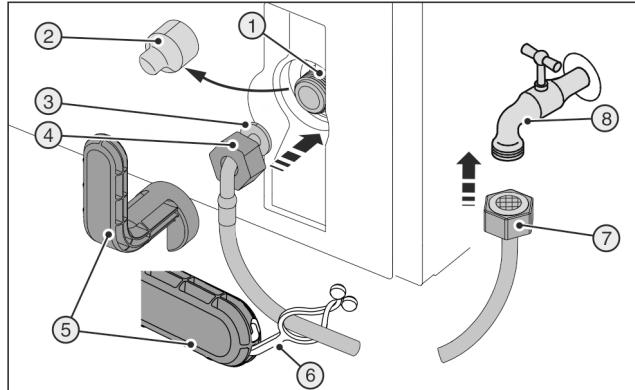
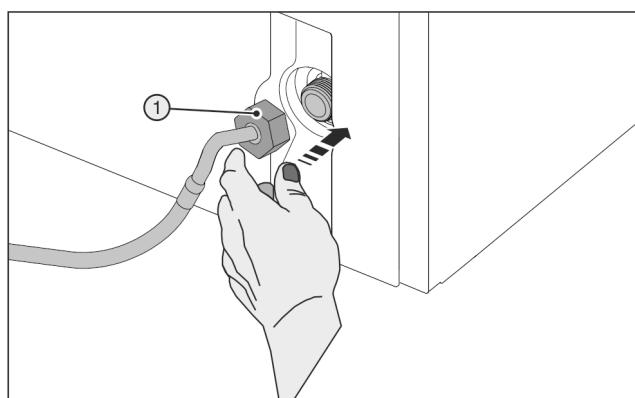

Fig. 28
Fig. 29
破损的辅助工具 Fig. 28 (5)！
- ▶ 只能在室温下使用辅助工具 Fig. 28 (5)。
- ▶ 拆下盖子 Fig. 28 (2)。
- ▶ 略微装配：将直软管端 Fig. 28 (7) 向左置于地面。
- ▶ 将螺母 Fig. 28 (4) 推至软管弯折端 Fig. 28 (3) 上方末端并固定。
- ▶ 小心装上螺母 Fig. 29 (1) 并用两根手指将其垂直拧到螺纹上，直至达到紧固位置。
- ▶ 使用辅助工具 Fig. 28 (5) 顺时针拧紧螺母 Fig. 29 (1)，直至达到最大扭矩并且辅助工具 Fig. 28 (5) 旋紧。
- ▶ 将螺母 Fig. 28 (7) 拧到截流阀 Fig. 28 (8) 上。
- ▶ 使用辅助工具 Fig. 28 (5) 顺时针拧紧螺母 Fig. 28 (7)，直至达到最大扭矩并且辅助工具 Fig. 28 (5) 旋紧。
- ▶ 打开供水截流阀 Fig. 28 (8) 并检查整个水系统的密封性。
- ▶ 将连接板 Fig. 28 (6) 卡入辅助工具 Fig. 28 (5) 内并固定在不锈钢软管上，以便于保存。